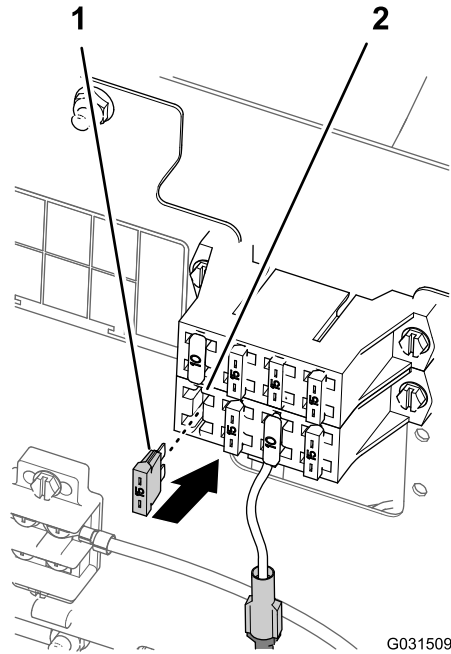

图 206
- 对于保险丝盒中带有舌形连接接头的机器在保险丝盒中安装 15A 保险丝 图 206。